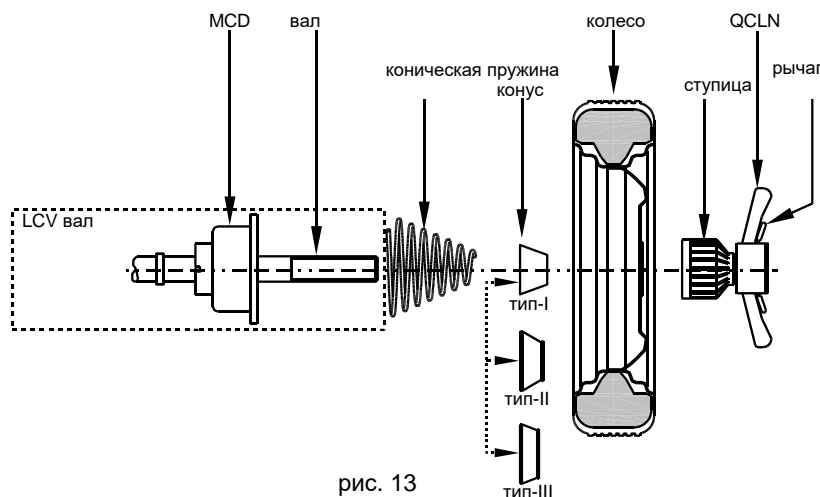

рис. 13
3. плавно надвиньте конус посадки колеса на вал состыковывая концом с большим диаметром к самоцентрирующему устройству вала, как показано на рис. 13.